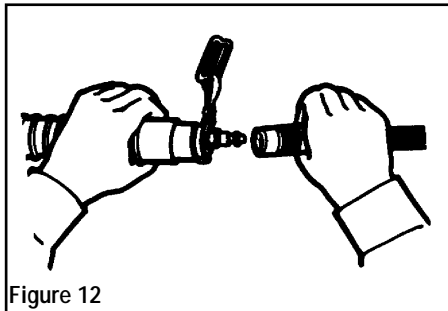

Figure 12
2. Avec l'air en circulation, reliez le tuyau de respiration au tuyau à adduction d'air (voir la figure 12). Branchez le raccord à dégagement rapide de le tuyau de respiration au manchon de raccord à dégagement rapide du tuyau à adduction d'air. Une fois le raccord solidement fixé, dégagez le manchon de raccord pour bloquer les raccords ensemble. Tirez sur les deux tuyaux pour vous assurer qu'ils sont solidement attachés. Vérifiez que l'air circule correctement dans la cagoule.